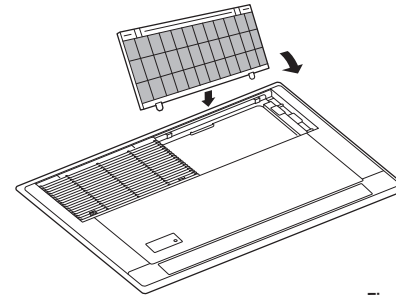

Fig. 7-12
- (2) Usare le viti in dotazione (4 x 12) per fissare il pannello laterale al pannello del soffitto.
- Nell'installare la griglia di aspirazione dell'aria, fare attenzione ad evitare che il filo dell'aletta non venga pizzicato. (Fig. 7-12)